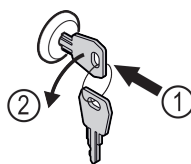

Fig. 181
- Klíč zasuňte dovnitř. Fig. 181 (1)
- Otáčejte klíčem o 90° proti směru hodinových ručiček. Fig. 181 (2)